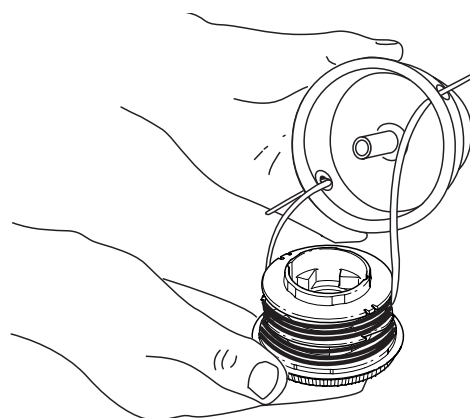

Fig. 15
- Inserte los extremos de la línea de corte del nuevo carrete interior dentro de los ojajillos de la bobina exterior (Fig. 15). Coloque el nuevo carrete interior con la flecha hacia arriba dentro de la bobina exterior.